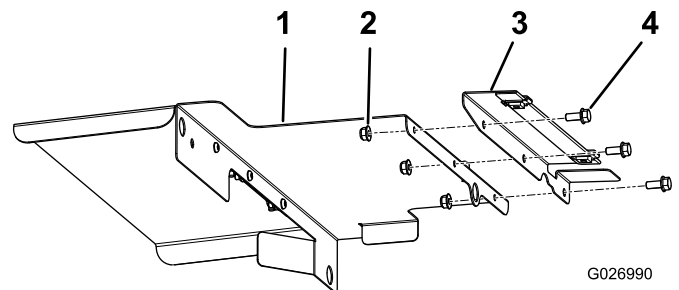

Bild 19
4. Befestigen Sie das linke Abdeckungsschutzblech an der linken Abdeckung (Bild 19).